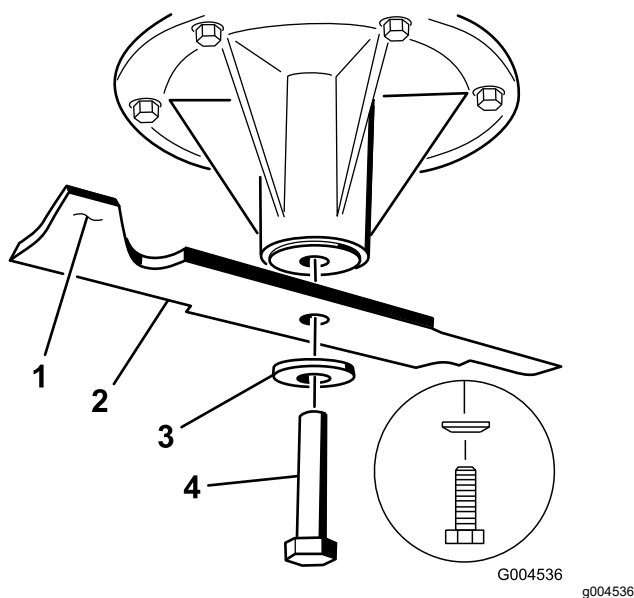

Figura 109
2. Togliete il bullone, la rondella curva e la lama dall'asse del fusello (Figura 109).